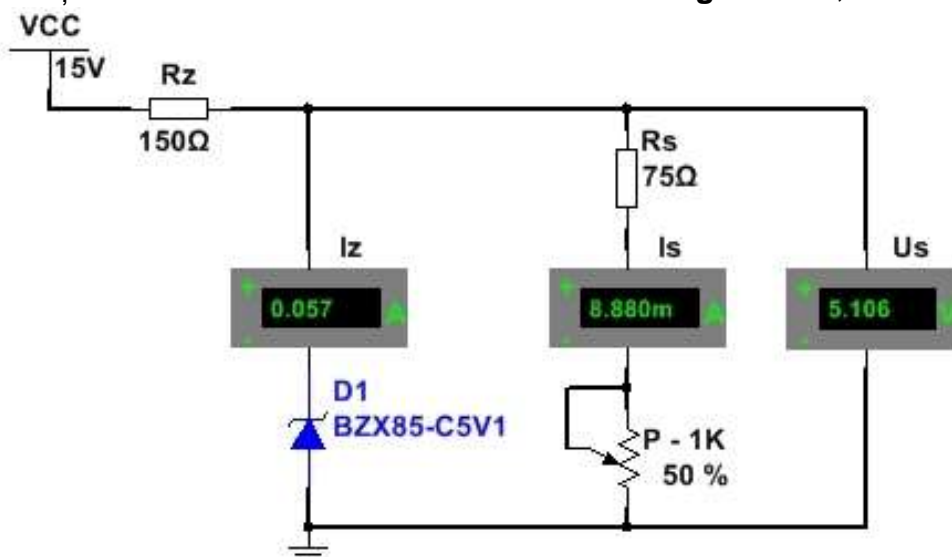

Figura 4.16 Schemă stabilizator cu diodă Zener realizată cu simulatorul
1. Realizați cu simulatorul schema stabilizatorului din figura 4.16;
3. Pentru montajul din figura 4.16 calculați valoare rezistenței de sarcină R_s pentru $I_z = 45 \text{ mA}$.